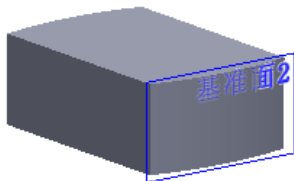

图 3.34.5 基准面 2
Step4. 创建图 3.34.5 所示的基准面 2。选取上视基准面作为基准面的参考实体，在  后的文本框内输入偏移距离值 37.0，选中  **反转** 复选框。